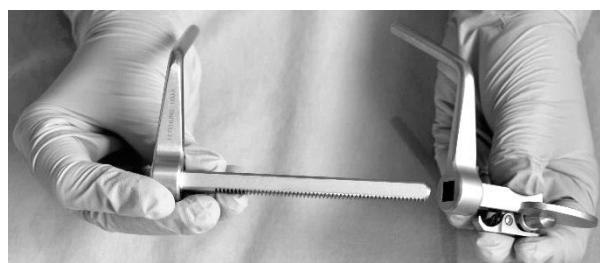

Abb. 19
2.	<p>Das in seine Einzelteile zerlegte Instrument (Abb. 19) kann nun aufbereitet werden.</p>